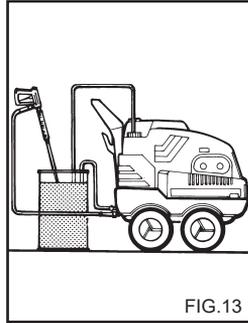

FIG.13
**BEHANDLING MED FROSTSKYDDSMEDEL (fig. 13)**